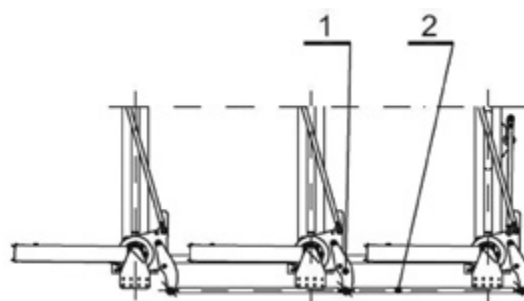

Рис. 7 Соединение полюсов.
Полюса разъединителей (Рис. 7) связаны соединительными тягами (2), которые вместе с рычагами (1), расположенными на поворотных опорах, создают шарнирный четырехугольник.